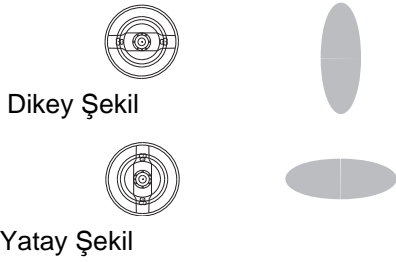

FIG. 18. . Hava Başlığı Pozisyonları
4. Hava başlığı tutma halkasını gevşetin ve dikey veya yatay püskürtme modeli için hava başlığını döndürün. Bkz. FIGURE 18. Hava başlığı sıkıca yerine oturana kadar tutma halkasını sıkılaştırın; hava başlığı boynuzu elle dönmeyecek şekilde olmalıdır.